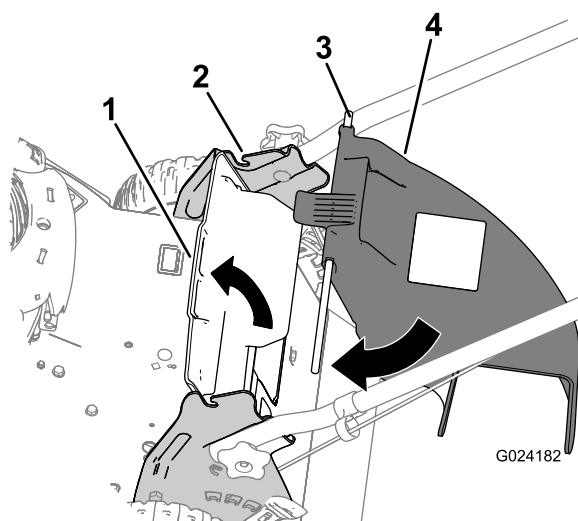

Figura 15
1. Tirate verso l'alto il deflettore posteriore (Figura 15).
2. Inserite le estremità dell'asta del condotto di scarico laterale nelle tacche sulle staffe della stegola (Figura 15).